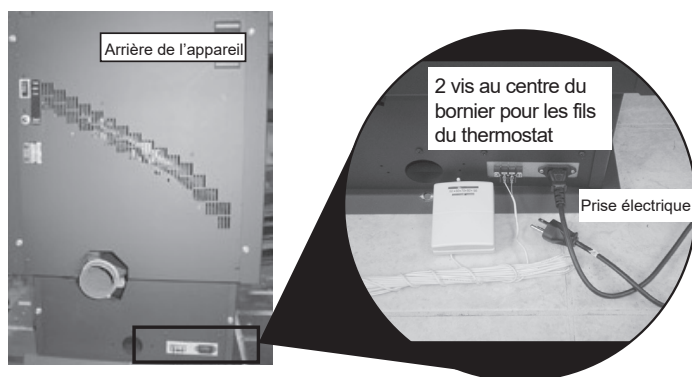

Figure 20.4
1. Un thermostat de basse tension doit être utilisé avec ce poêle à granulés. Vous pouvez utiliser le thermostat mural inclus (**Figure 20.4**) ou acheter un thermostat programmable ou une télécommande. Il est muni d'une résistance anticipatrice réglable. Le courant nominal est de 0,05 A. La résistance anticipatrice doit être réglée au niveau le plus bas.
3. Un bornier à 4 vis est situé dans l'angle inférieur gauche du poêle, directement au-dessus de la prise du cordon électrique. Les 2 vis au centre sont destinées aux fils du thermostat. (**Figure 20.4**).